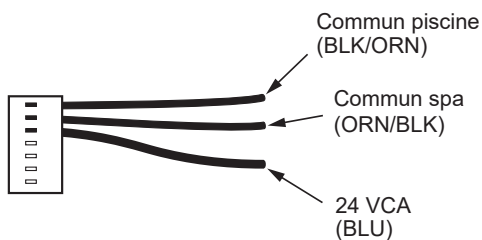

Figure 41. Harnais de câble à 7 broches pour thermostat externe
5. Depuis le harnais de câble à 3 fils pour thermostat externe, connectez le fil BLEU d'un côté du thermostat et l'autre côté au fil ORANGE/NOIR dans le cas d'un SPA ou au fil NOIR/ORANGE pour une PISCINE. voir **Figure 41**.
4. Depuis le harnais de câble à 3 fils pour thermostat externe, connectez le fil BLEU d'un côté du thermostat et l'autre côté au fil ORANGE/NOIR dans le cas d'un SPA ou au fil NOIR/ORANGE pour une PISCINE. voir Figure 41.